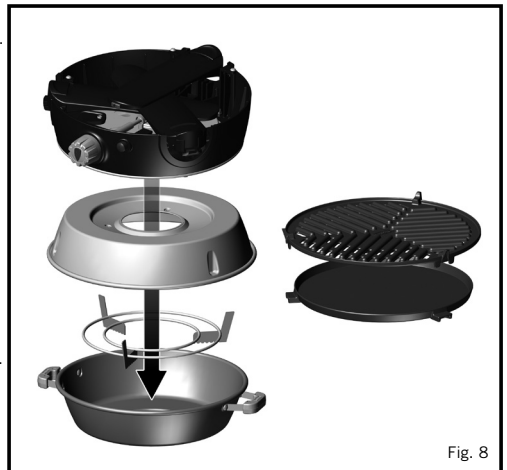

Fig. 8
- Für die Lagerung das Gerät auskühlen lassen. Nach der Reinigung: Klappen Sie das Gerät, wie oben in Abschnitt 3 beschrieben, zusammen. Legen Sie den Topf oder die Haube unten in die Tasche. Als nächstes stellen Sie den Topfständer umgekehrt in den Topf. Platzieren Sie die umgekehrte Fettauffangpfanne über den Topf und Topfstand. Dann stellen Sie das Gerät umgekehrt über die Fettauffangpfanne. Die Grillpfanne und die flache Pfanne in die separaten Halter im Deckel der Tasche stecken und sie dann schließen. Den Deckel der Tasche über die Tasche falten und dann schließen. (Abb. 8)